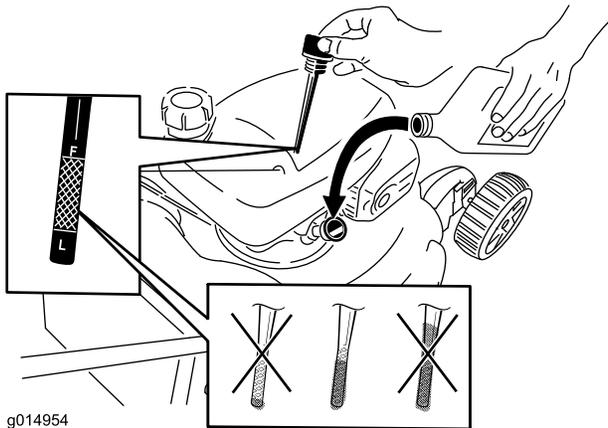

Bild 41
2. Ziehen Sie den Peilstab heraus (Bild 41).
4. Füllen Sie das Öl **langsam** in den Einfüllstutzen ein, um den Ölstand auf die Marke **Voll** am Peilstab anzuheben (Bild 41). **Füllen Sie nicht zu viel ein.** (Max. Füllstand: 0,59 l, Typ: Waschaktives SAE 30-Öl mit der Klassifizierung SF, SG, SH, SJ, SL oder höher durch das American Petroleum Institute (API).)